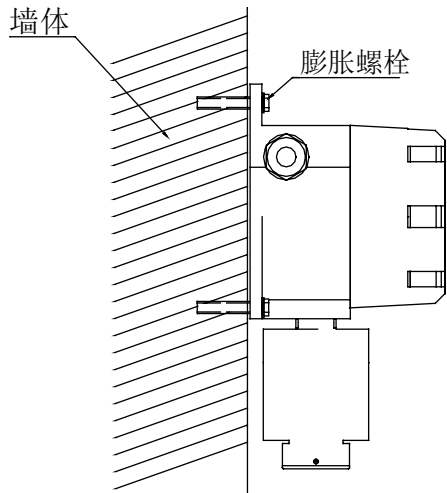

图 2
- 仪器可直接用4个8mm的膨胀螺栓安装在墙体上(见图 2.)